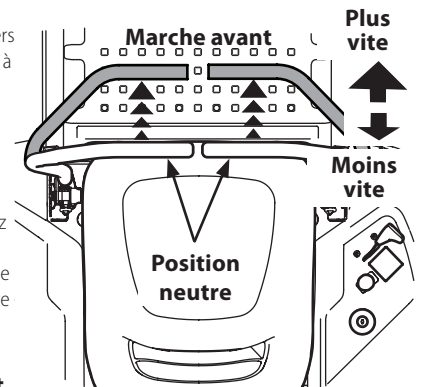

Figure 27
- Poussez les barres de conduite lentement et graduellement vers l'avant. L'appareil commencera à avancer. Voir Figure 27.